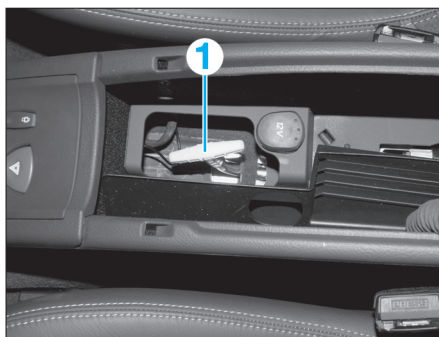

FIG. 21
- Dans l'habitacle**, entre les deux sièges, sous une trappe à l'intérieur de l'accoudoir, tirer sur la commande de secours (1) et déposer la poignée (fig. 21) (voir opération concernée).
- Dans l'habitacle**, entre les deux sièges, sous une trappe à l'intérieur de l'accoudoir, tirer légèrement sur la poignée (1) et le câble sur une longueur inférieure à 2 centimètres (fig. 21).